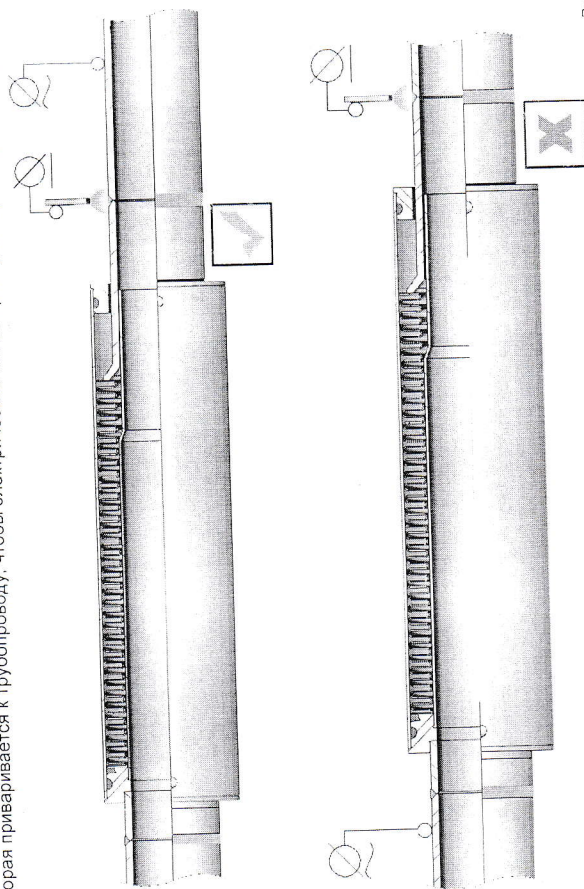

Рис.6
- 3.7. Масса сварочного аппарата должна быть закреплена к трубопроводу с той стороны компенсатора, которая приваривается к трубопроводу, чтобы электрический ток не проходил через компенсатор (Рис.6).